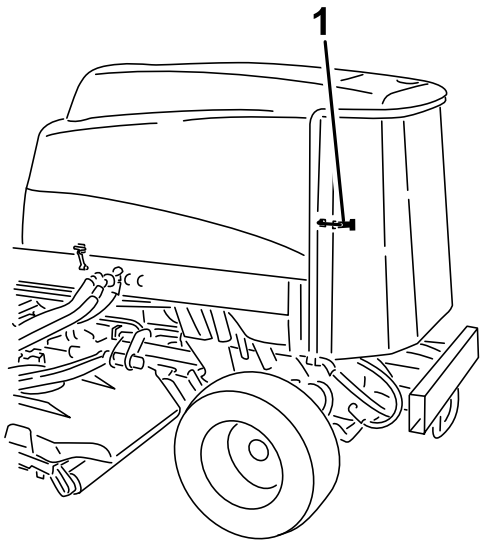

Рисунок 90
2. Откройте защелку и откиньте заднюю решетку (Рисунок 90).